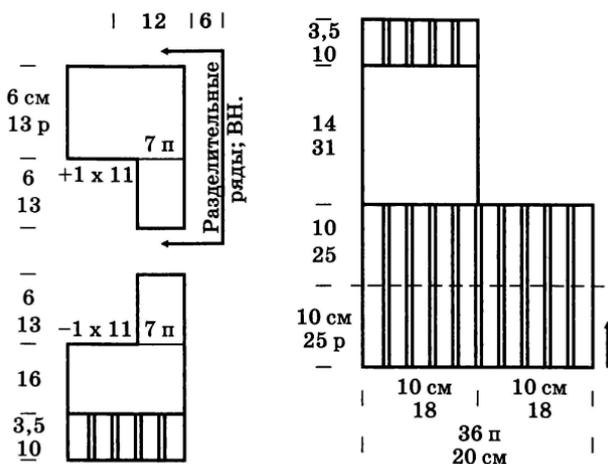

Рис. 98. Выкройка варежки
**Примерный расчет** (рис. 98):